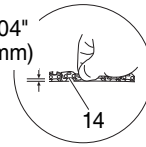

Fig. 6
7. Levante el extremo de la barra y apriete la cadena (12) girando el perno de ajuste de tensión (13) en el sentido horario. Para comprobar la tensión correcta, levante ligeramente el centro de la cadena, debiendo existir un juego de alrededor de 0.02 – 0.04" (0,5 a 1,0 mm) entre la barra y el borde del eslabón impulsor (14). (Fig. 6, 7).